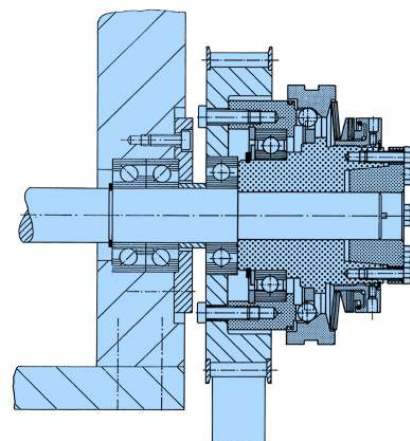
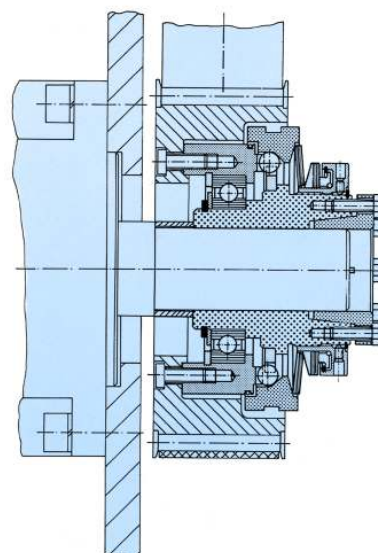

Fig. 3
Fig. 4
Avec l'EAS®-NC Type 451. _ _ _ .0 (moyeu court), l'élément de transmission est monté sur un palier supplémentaire et fixé sur le flasque de pression (2), fig. 3. Lorsque la charge radiale résultante de l'élément de transmission est approximativement centrée sur le roulement à billes (6), un palier supplémentaire n'est plus nécessaire, fig. 4.